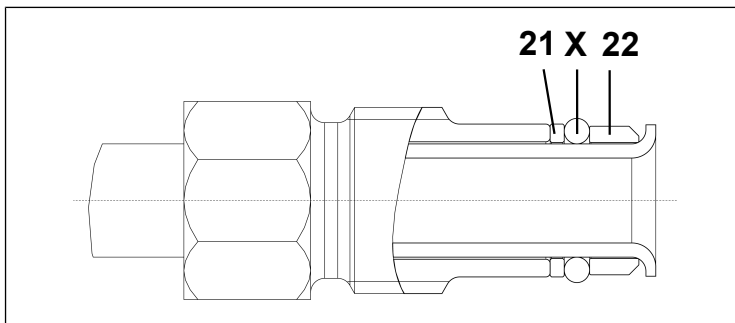

Fig.17: Posición correcta de la junta tórica
i Durante la sustitución de las juntas tóricas asegurar la correcta posición de las nuevas juntas tóricas (entre el manguito (22) y el disco de deslizamiento. (21; ver Fig. 17).